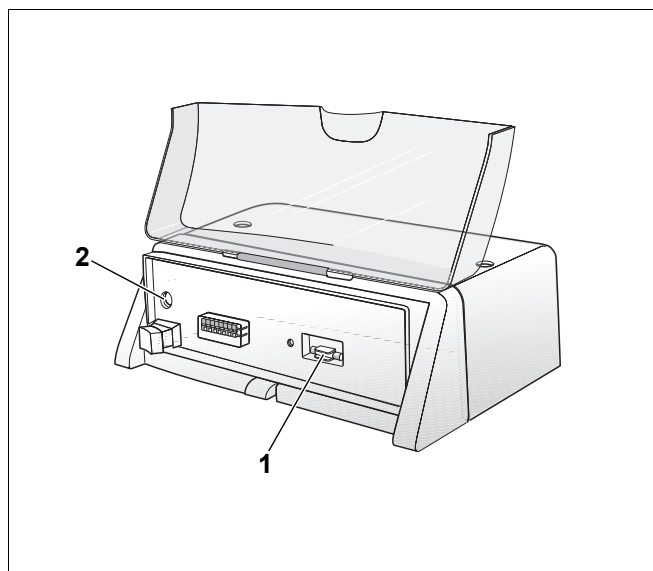

Abb. 6 Sicherung der Heizungsanlage tauschen
An der Vorderseite des Regelgerätes (unter dem Basiscontroller) befindet sich eine Aussparung mit einer Ersatzsicherung für die Heizungsanlage (Abb. 6, **Pos. 1**).
- Mit einem Schraubendreher entgegen dem Uhrzeigersinn die Abdeckung der Sicherung (Abb. 6, **Pos. 2**) entfernen.
- Abdeckung mit der defekten Sicherung (Abb. 6, **Pos. 2**) nach vorne herausziehen.